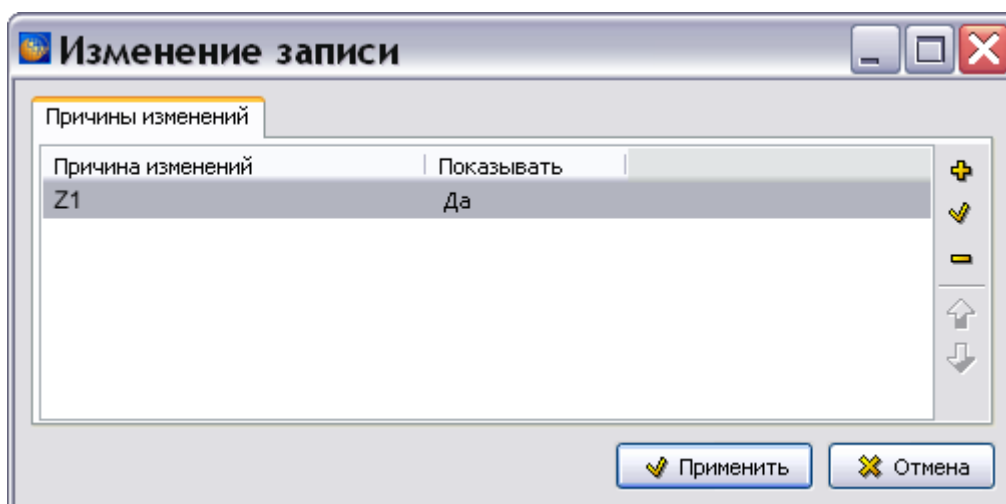

Рис. 20.24
7. Нажмите на кнопку **Применить**. После этого появится окно **Изменение записи** (Рис. 20.24).